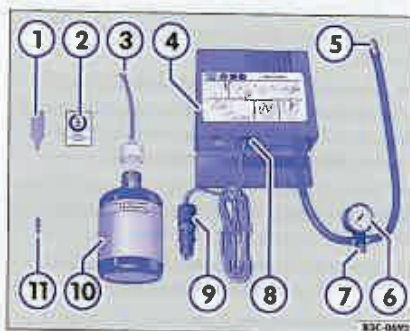

Fig. 24 Componentele setului.
Setul ⇒ fig. 24 conține, pe lângă un manual de utilizare separat, următoarele componente:
- Scoateți autocolantul ⇒ pagina 76, fig. 24* ② din set și lipiți-l în câmpul vizual al conducătorului, pe tabloul de instrumente.
- Deșurubați ventilul cu ajutorul dispozitivului prevăzut pentru aceasta ⇒ pagina 76, fig. 24* ① și așezați-l pe o suprafață curată.
- Agitați recipientul cu substanța de vulcanizare ⇒ pagina 76, fig. 24* ⑩ de câteva ori. ◀